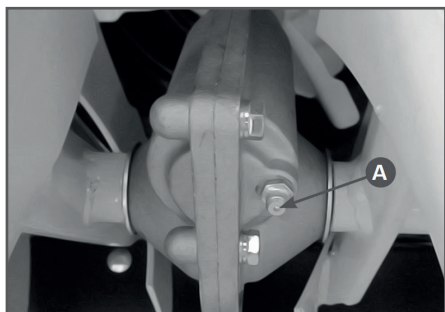

Рис. 30 Обслуживание редуктора
Добавляйте смазку в редуктор через масленку Рис. 30 (A) специальным шприцем (в комплект поставки не входит) каждые 50 часов работы.